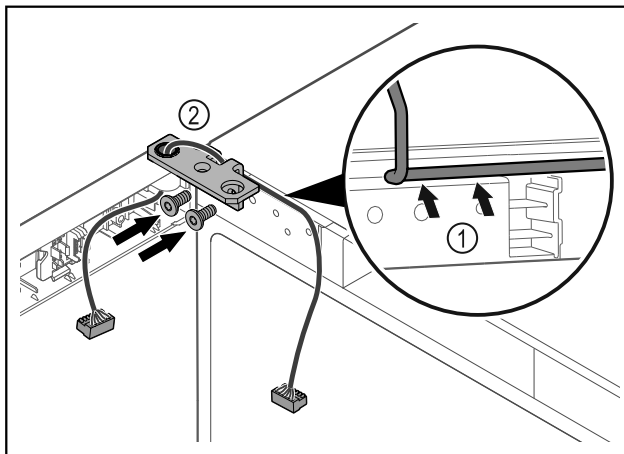

Fig. 48
- Kaloni kabllon përmes së prerës në profilin e menteshës dhe shtrijeni me kujdes Fig. 48 (1).
- Mbërtheni vidat e profilin të menteshës Fig. 48 (2).